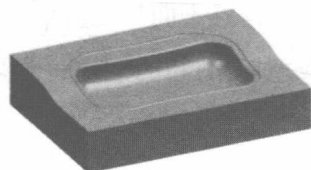

图 1.14 型腔零件
Step2. 创建型腔零件。选择**选择片体**区域下的**型腔区域**选项，其他参数采用系统默认设置值，单击**应用**按钮，系统弹出“查看分型结果”对话框，采用系统默认的方向；单击**确定**按钮，完成型腔零件的创建，如图 1.14 所示，此时系统返回至“定义型腔和型芯”对话框。